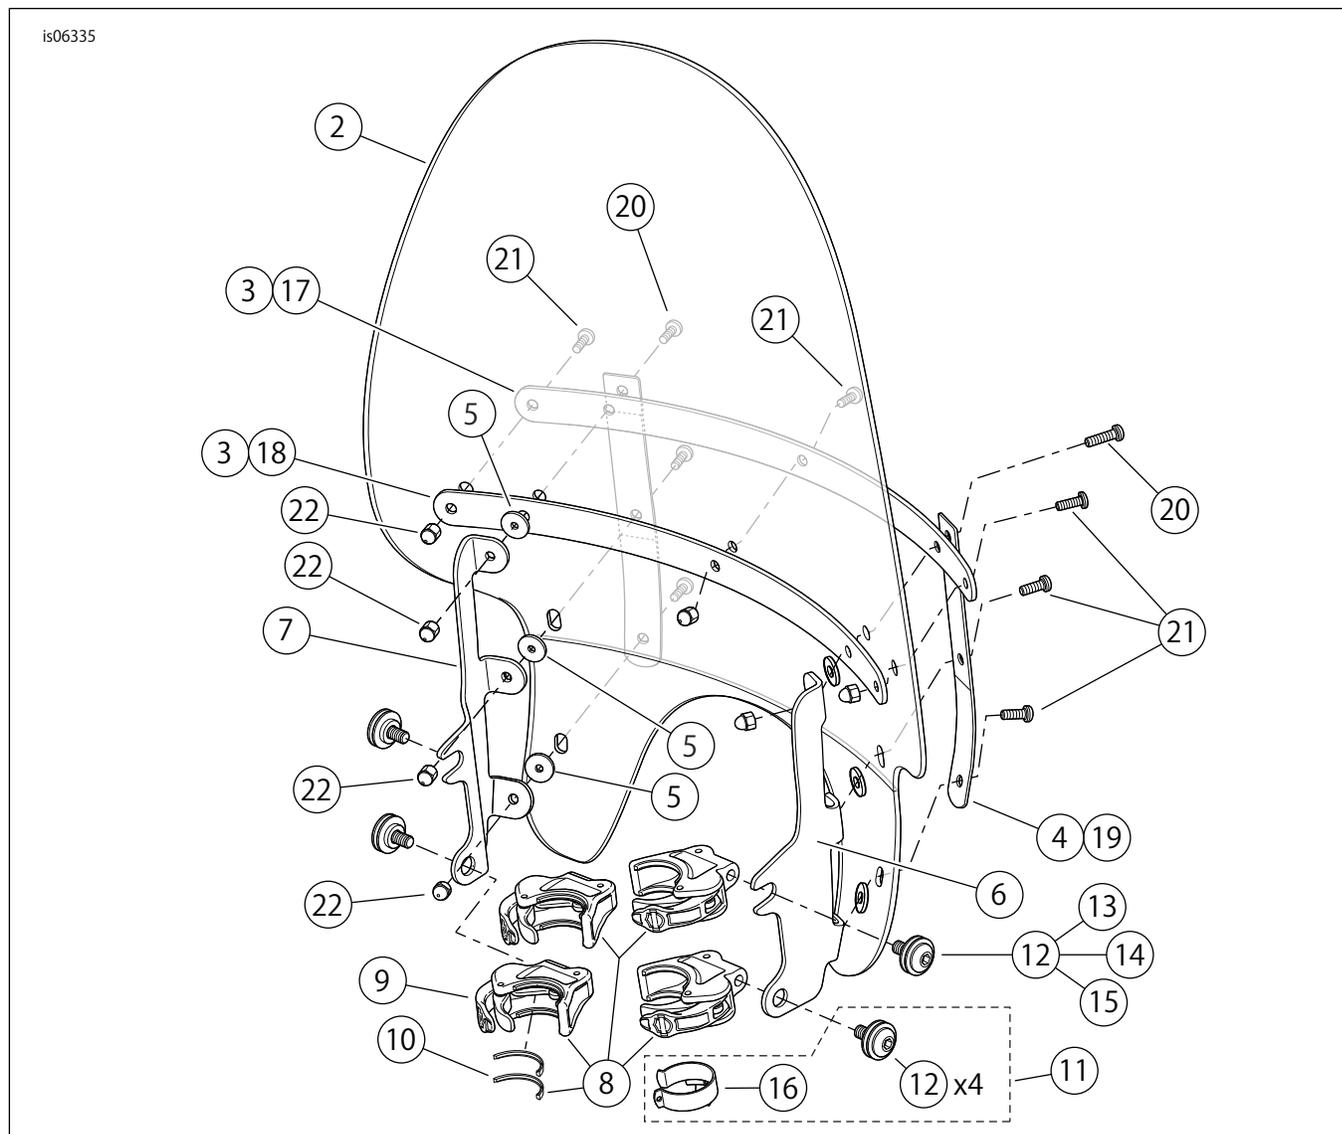

図2。交換用パーツ、XL1200Xクイックリリースウィンドシールド
「図2」および「表2」を参照してください。
2. 「図2」を参照。パッケージからクランプアッセンブリー(8)とハードウェアキット(11)を取り出し、組み立て用に類似パーツを分ける。
3. すべてのキット。ヘッドランプ部分にウィンドシールドを中心に合わせ、クランプをフォークチューブに取り付ける。「図2」を参照。右側のフォークチューブの周りにスロットケーブルクリップ(16)をはめて、スロットケーブルをガイドの穴に送る。